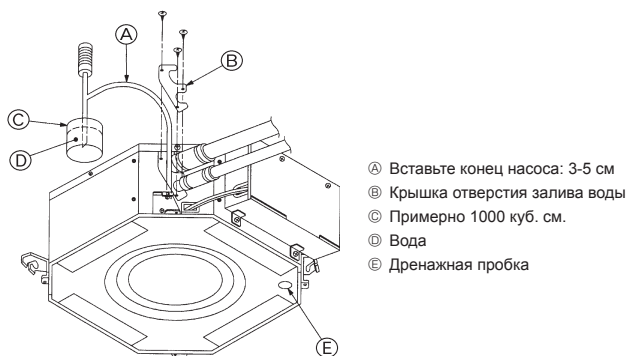

Fig. 6-3
- При выполнении операций с ② по ⑦ направьте пульт дистанционного управления на ресивер сигналов внутреннего прибора.
6.3. Проверка дренажа (Fig. 6-3)